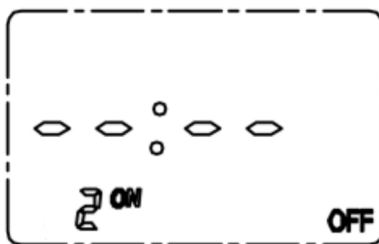

Fig.12
6.2.3.4 A continuación pulsar "MD"; el display mostrará 2ON, 2OFF....8ON, 8OFF. Introduzca los datos deseados para cada programa siguiendo los pasos indicados anteriormente. (ver Fig.12)